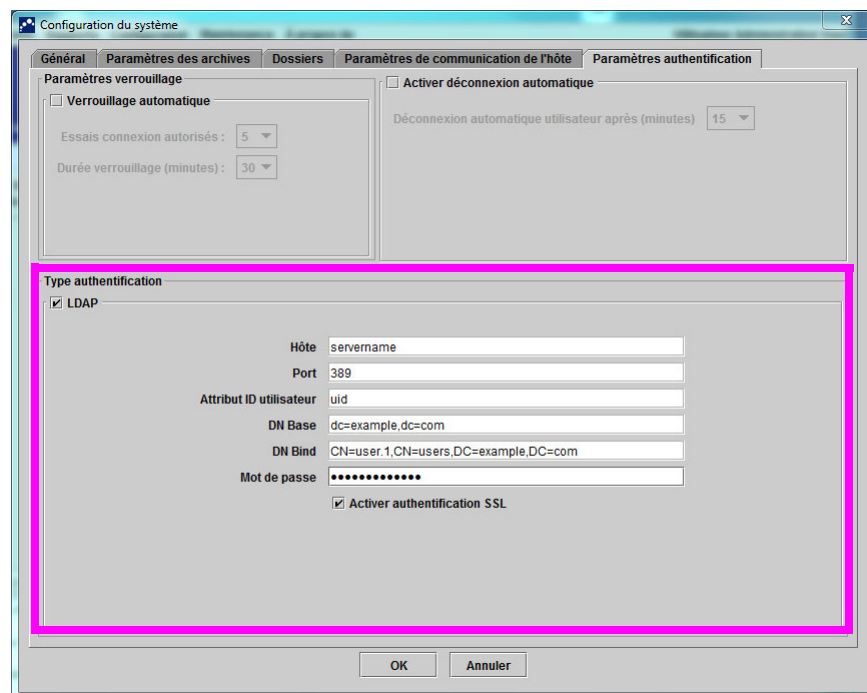

Figure 2-87. Paramètres d'authentification configurés pour le LADP
2. Cliquez sur l'onglet **Paramètres authentification** ; les informations sur les paramètres d'authentification s'affichent. Voir la Figure 2-87.
- **DN Base**—Saisissez le nom distingué (DN) de base Le DN de base est le point depuis lequel un serveur cherche des utilisateurs. Le serveur effectuera la recherche LDAP de l'utilisateur administrateur à partir du DN de base (dc=exemple,dc=com).